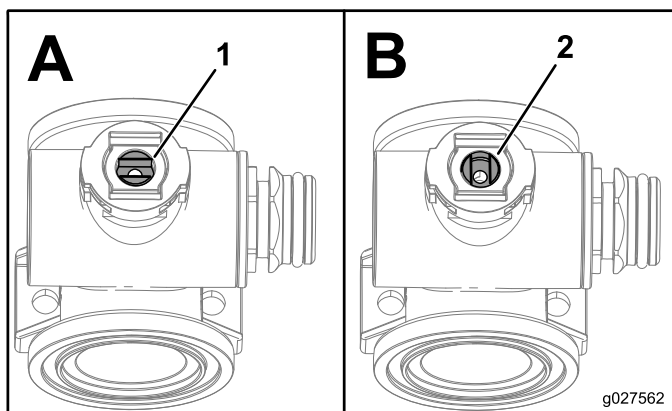

Figura 5
Nota: Verificate che il gruppo dello stelo della valvola sia in posizione aperta (Riquadro A; Figura 5).
11. Ruotate il gruppo dello stelo della valvola in modo che la valvola sia chiusa (Riquadro B; Figura 5).